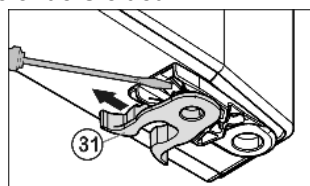

Fig. 11
- ▶ Veerklem Fig. 11 (31) verplaatsen: Sluitnok omlaag drukken, veerklem eroverheen en eraf trekken.